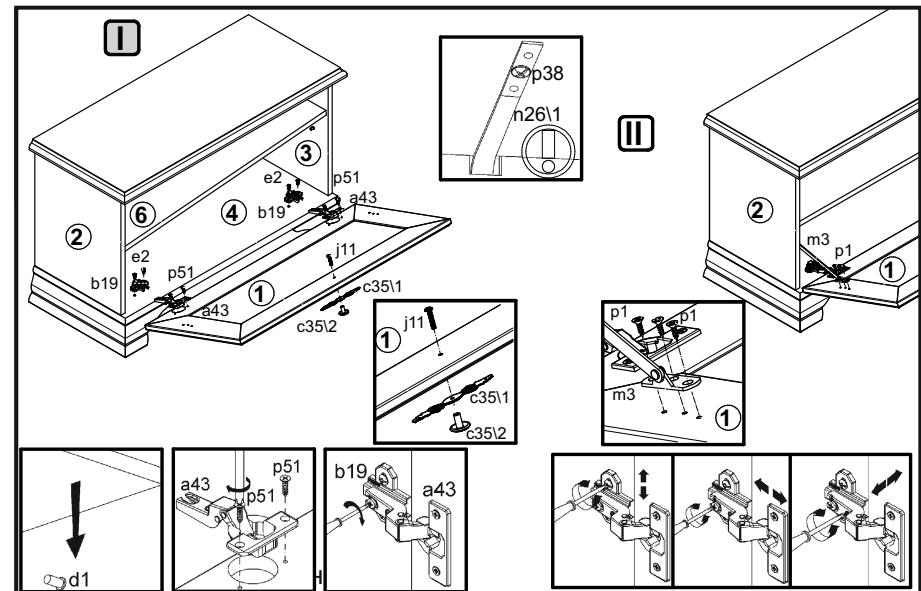

Рисунок 5
3. В отверстия Ø5 мм на верхней поверхности щита нижнего 4 прикрутить еврошурупами e2 ответные планки петель b19 (см. рис. 5).
14. Положить дверь 1 фасадной поверхностью вниз на ровную поверхность и закрепить на ней петли шарнирные a43 шурупами p51 (см. рис.5).
15. Навесить дверь 1 на корпус тумбы, совместив петли шарнирные a43 с ответными планками петель b19 . При необходимости отрегулировать положение дверей, вращая регулировочные винты (см. рис.5).
16. В отверстия Ø3 мм (кернения) на внутренней поверхности двери 1 закрепить кронштейны бара m3 шурупами p1 (см. рис.5).
17. В отверстие Ø5 мм на внутренней поверхности двери 1 вставить винт j29, снаружи совместить отверстия элементов ручки c35\1, c35\2 с резьбой винта и завернуть винт, удерживая ручку (см. рис. 5).
18. Установить полку переставную 6 на полкодержатели d1 (рис. 5).